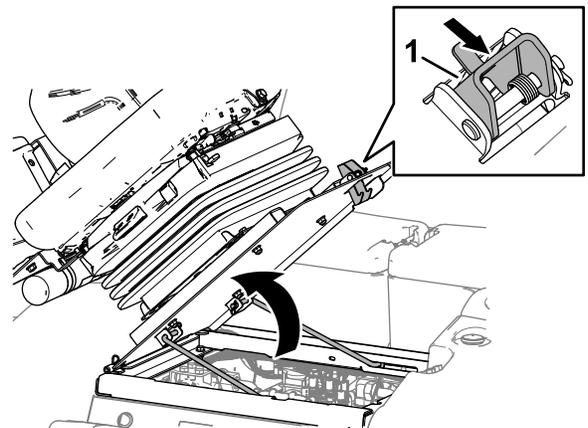

Figura 100
1. Spostate il fermo del sedile verso l'esterno (Figura 100).